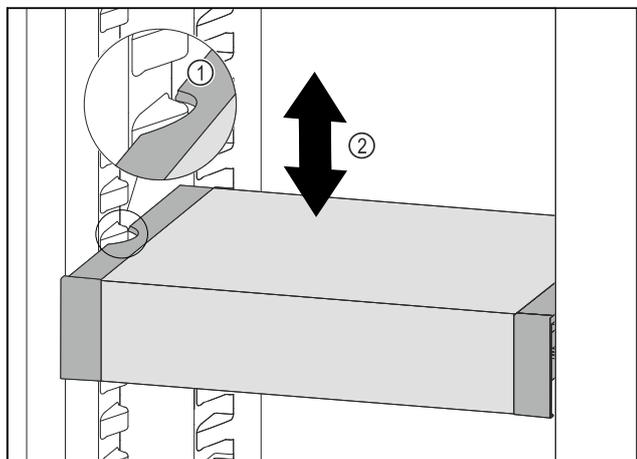

Fig. 98
- ▶ VarioSafe vucite prema naprijed sve dok se bočni otvori VarioSafe ladice ne nađu na visini žlijeba spremnika u hladnjaku. Fig. 98 (1)
- ▶ Pomičite ladicu VarioSafe u hladnjaku prema gore ili dolje sve dok ne dosegnete željenu visinu. Fig. 98 (2)